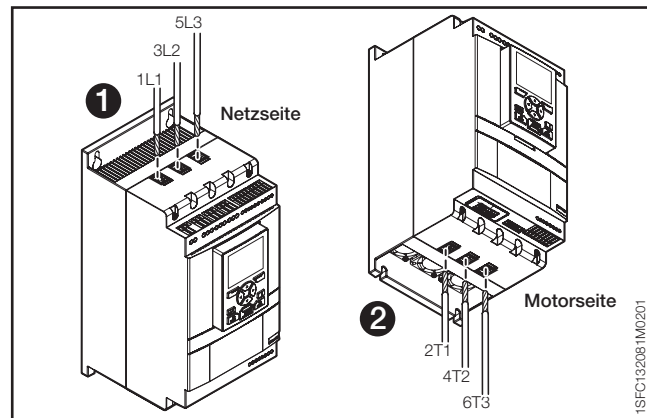
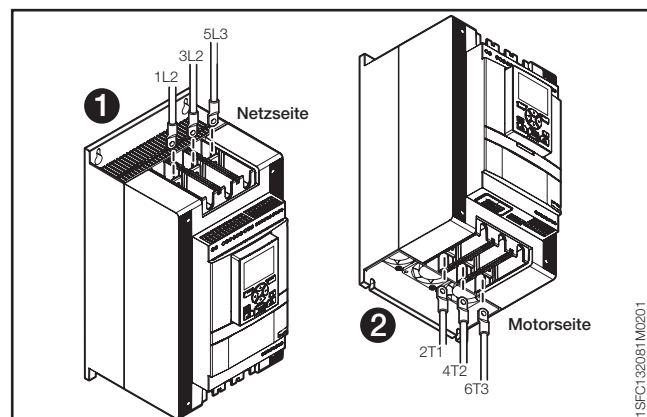

Abbildung 2.2
Abbildung 2.3
2. Verbinden Sie die Klemmen mit dem Hauptstromkreis: Klemmen 1L1 - 3L2 - 5L3 mit der Netzseite ① und die Klemmen 2T1 - 4T2 - 6T3 mit der Motorseite ②. Siehe **Abbildung 2.2**. Verwenden Sie eine Drahtverbindung für PSTX30...105, siehe **Abbildung 2.2**, und einen Klemmenanschluss für PSTX142...570, siehe **Abbildung 2.3**.
3. Verbinden Sie die Netzseite mit den Klemmen 1L1, 3L2, 5L3 und ① **Abbildung 2.2**. Verbinden Sie den Motor mit den Klemmen 2T1, 4T2, 6T3 an der Motorseite. Siehe ② **Abbildung 2.2** und **Abbildung 2.3**.